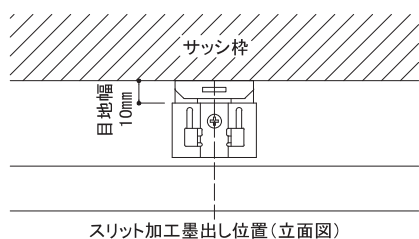

图6 採寸位置
- ジョイントカットにニチハ外装用カッター(FX100A)をセットし、刃出し量を20mm程度、モエン裏面から6.5mmの位置に調節し、スリット加工部用留付金具Ⅱの取り付け位置ごとにスリット加工を施してください。(図6、7参照)